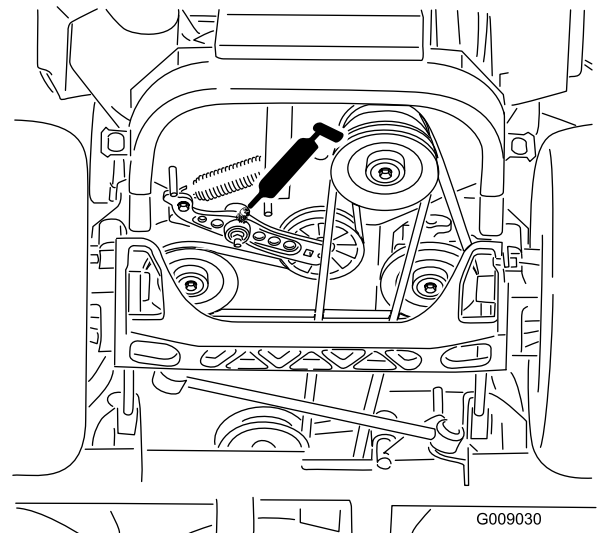

Figura 42
4. Engrase el brazo tensor de la correa de transmisión (Figura 42).